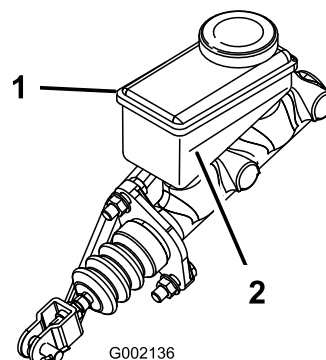

Figure 65
- B. Versez du liquide de frein DOT 3 dans le réservoir jusqu'à ce que le niveau dépasse le repère minimum (Figure 65).
5. Observez le repère de niveau sur le côté du réservoir (Figure 65).